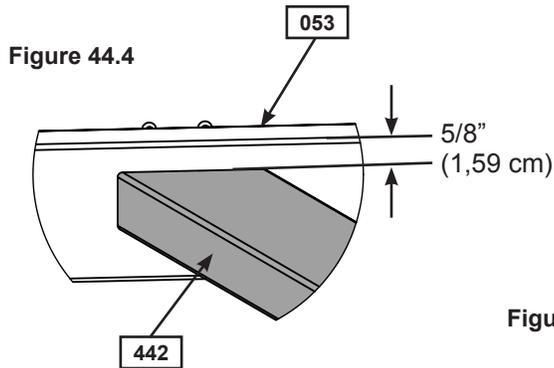

Figure 44.3
B : Mesurez 5/8" (15,9 mm) du sommet du Support de corde arrière (053) et du Mur étroit transversal (064) vers le bas et placez la Solive de sol du nid C (442) de manière à ce qu'elle s'aligne avec les trous prépercés. Installez en utilisant 2 Vis à bois #8 x 3" (76,2 mm ; S4) de chaque côté (figures 44.3, 44.4, 44.5 et 44.6).
C : Répétez l'étape pour installer une seconde Solive de sol du nid C (442) au rez-de-chaussée. Veillez à mesurer 5/8" (15,9 mm) du Plancher transversal du mur d'escalade (054) et du Mur étroit transversal (064) vers le bas (figure 44.3).